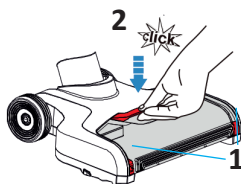

Fig. 36
- Después de la limpieza, vuelva a colocar la tapa en la base, coloque los ganchos laterales (1) y luego presione (2) hasta que se bloquee (Fig. 36).